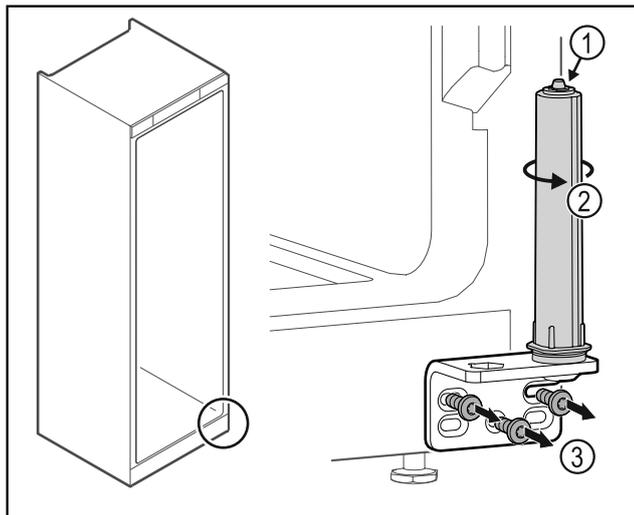

Fig. 34
- Ne rastavljajte sustav zatvaranja vrata Fig. 34 (1).
- ▶ Okrećite sustav zatvaranja Fig. 34 (2) dok ne klikne.
- ▶ Odvrnite kutne šarke Fig. 34 (3).